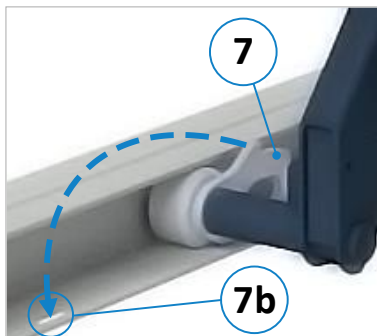

Figure 9 : cliquet d'arrêt
Pour assurer la sécurité, monter la table élévatrice jusqu'à ce que les deux cliquets d'arrêt (7) puissent être rabattus. Rabattre alors manuellement les cliquets d'arrêt (7) de 180° (voir flèche sur la figure), de sorte que les mécanismes d'arrêt (7b) s'enclenchent d'eux-mêmes dans les points d'arrêt existants du cadre, voir ⇒ Figure 9.